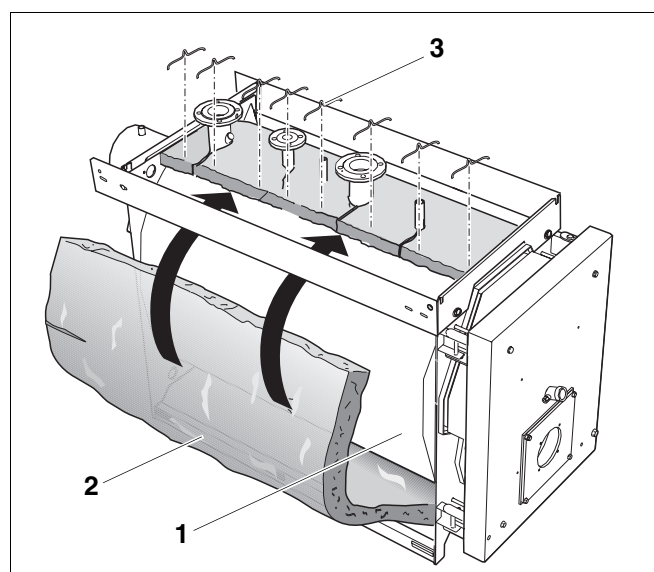

Рис. 19 Установка теплоизоляции корпуса котла, состоящей из одного элемента
На котлах Logano S635 мощностью от 230 кВт до 420 кВт теплоизоляция корпуса состоит из одного элемента (рис. 19).
- Протянуть теплоизоляцию (рис. 19, поз. 2) под корпусом котла (рис. 19, поз. 1).
- Наложить теплоизоляцию (рис. 19, поз. 2) на корпус котла (рис. 19, поз. 1).
- При необходимости можно прорезать шлицы на теплоизоляции (рис. 19, поз. 2).
- Теплоизоляцию корпуса котла (рис. 19, поз. 2) закрепить скобами (рис. 19, поз. 3), как показано на рис. 19.